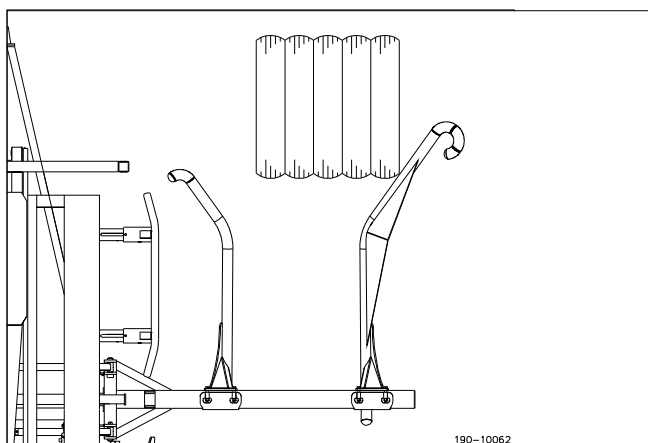

Figure 18
- 3) Lorsque vous êtes prêt pour la première balle, baissez le bras de chargement à quelques pouces au-dessus du sol, allez-y lentement pour vous habituer, aligner la machine de façon à ce que le coin extérieur de la balle entre en contact avec la fourche de chargement extérieure à environ 1/3 à 1/2 de sa partie à angle. (Figure 18)